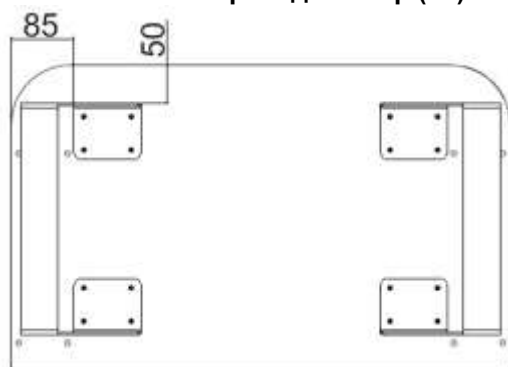

Рис.1
К детали (1) прикрутить опоры (26) саморезами (30) (см рис.1). В детали (2,3) установить стяжки эксцентриковые (31). В деталь (9) вбить шканты (34) и вкрутить штоки эксцентриков (31). Прикрутить шариковые направляющие (33) саморезами (28) к деталям (2,3).